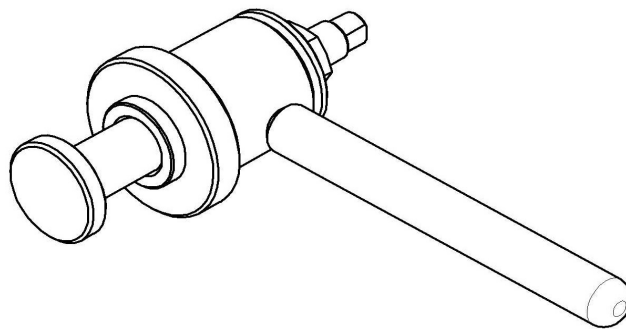

Рис.30 Приспособление для запрессовки манжет(11000001333).
- используя приспособление для запрессовки манжет (см. рис.30) установить манжету 1;